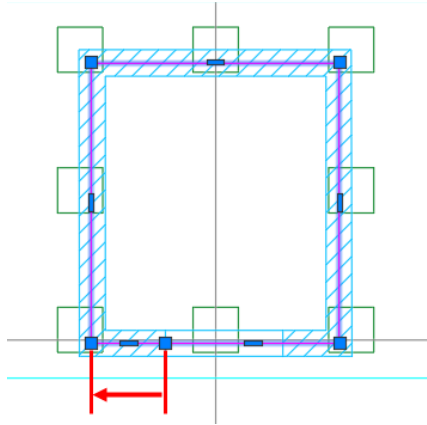

Рис.14.7. Перенос точки полилинии
- щелкните точку в начале дверного проема и перенесите ее в угол стены (рис.14.7).